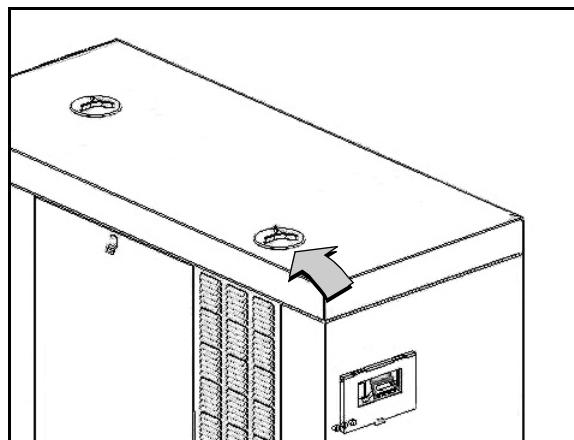

Figura 5-18. Acceso al tanque de suministro de aceite
1. Gire la cubierta de plástico en sentido contrahorario y retírela de la parte superior del gabinete. Vea la Figura 5-18.